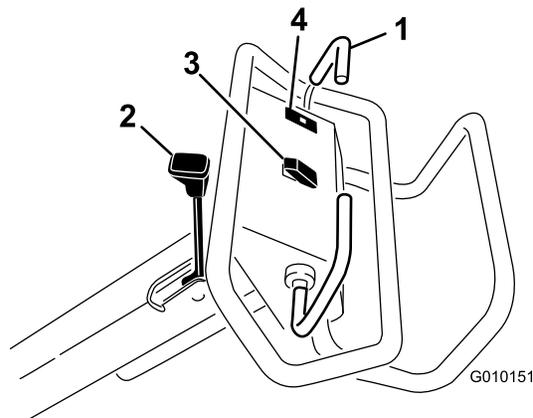

Figura 12
Per avanzare, portate la leva della trazione in avanti. Per spostarsi in retromarcia, tirare indietro la leva della trazione (Figura 12).
Per innestare il freno di stazionamento spostate la leva verso il motore. Per disinnestare il freno di stazionamento spostate in avanti la leva (Figura 12).
La spia luminosa della pressione dell'olio (Figura 12) si accende quando la pressione dell'olio motore scende sotto il livello di sicurezza. Se si riscontra una bassa pressione dell'olio, spegnete il motore e determinatene la causa. Riparate il danno prima di riavviare il motore.
**Sollevamento** – Premete la parte superiore dell'interruttore (Figura 12) per sollevare e disinnestare la testa di carotaggio. Il motore deve girare per generare la pressione di sollevamento. Se la testa di carotaggio si trova al di sotto dell'altezza di trasferimento, fate riferimento a Reset del circuito di controllo del sistema (pagina 27).
**Abbassamento/Innesto** – Premete la parte inferiore dell'interruttore (Figura 12) per abbassare la testa di carotaggio e innestarla. Per attivare l'interruttore la leva di trazione deve essere spostata in avanti.